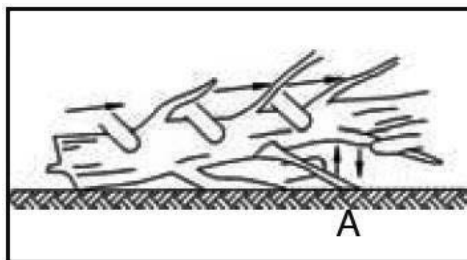

Fig. 3
La sramatura è il processo di rimozione dei rami da un albero caduto. Non rimuovere i rami di appoggio (A) fino a quando il tronco non viene tagliato in lunghezze (Fig. 3). I rami sotto tensione dovrebbero essere tagliati dal basso verso l'alto per evitare di bloccare la motosega.